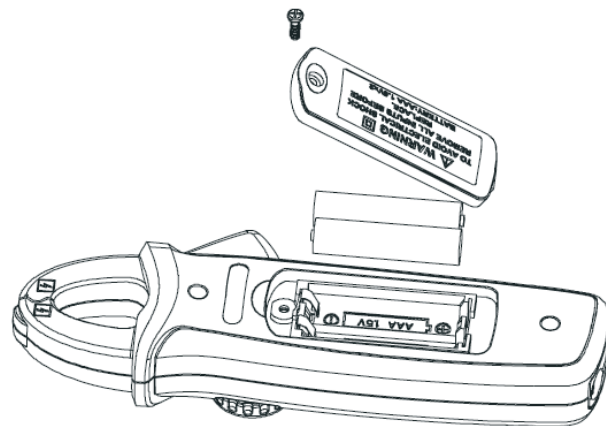

Рис.8
8.2.2. Отверните отвёрткой винт крепления задней крышки, откройте крышку батарейного отсека и выньте разряженные элементы питания как показано на рис. 8.